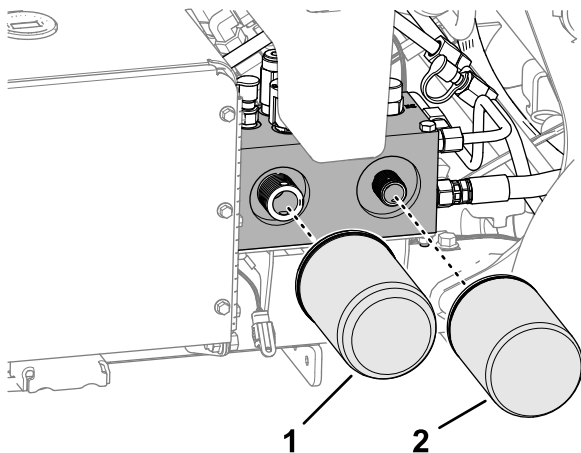

図 170
2. フィルタの下に容器を置き、フィルタを外し、フィルタアダプタのガスケット部をきれいに拭く図 170。